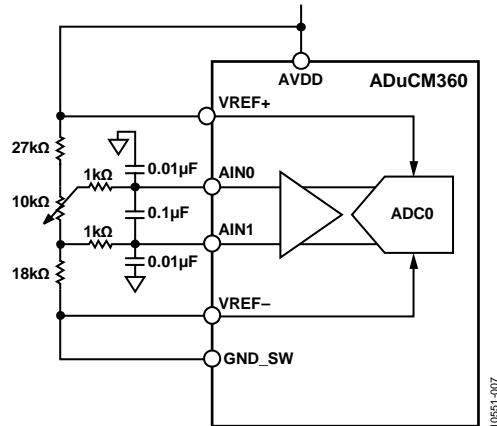

图7. 由一组电阻生成的主输入信号
- 第二项测试采用由一组固定和可变电阻生成的主输入信号执行，如图7所示。